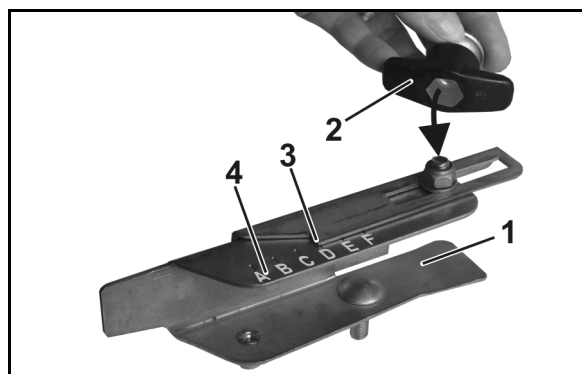

Fig. 79
3. Løsne skruforbindelsen mellom den ytre vingedelen (Fig. 79/1) og vingemutrenes unbrakoskrue (Fig. 79/2).
4. Sett avlesekannten (Fig. 79/3) på riktig bokstav i skalaen (Fig. 79/4) og still inn i henhold til spredetabellen før skruforbindelsen trekkes godt til igjen.